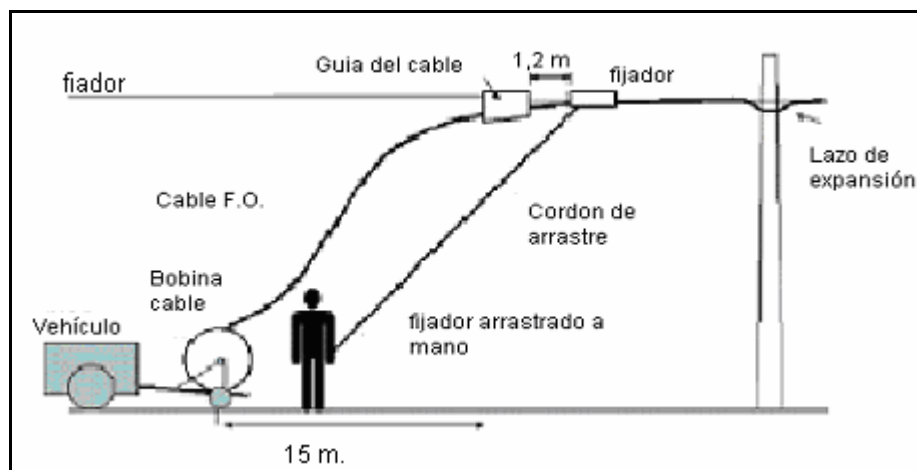

Figura 4.16 Preparación de equipo ⁵
- ✓ Preparar el equipo; esto podemos observar en la Figura 4.16.